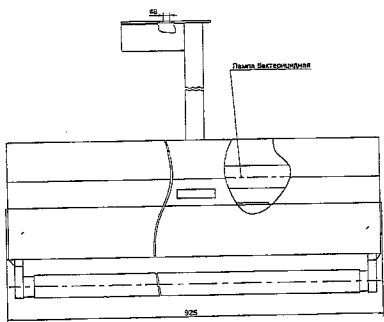

Рис.1 Общий вид потолочного облучателя ОБП-300П
5.1 По конструкции облучатель потолочный ОБП-300П (рис.1), относится к числу комбинированных облучателей, так как позволяет одновременно проводить прямое облучение, с помощью двух открытых ламп и рассеянное, при помощи двух закрытых (экранированных) ламп. Данный облучатель может использоваться только в свободных от людей помещениях для быстрой дезинфекции воздуха.